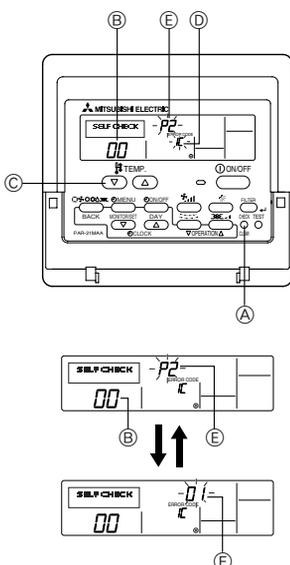

Fig. 7-3
7.3.1. Til ledningsbetjent fjernbetjening (Fig. 7-3)
- ① Tænd for strømmen.
- ② Tryk to gange på knappen [CHECK].
- ③ Indstil kølemiddelsystemets adresse med knappen [TEMP], hvis der anvendes systemstyring.
- ④ Tryk på knappen [ON/OFF] for at stoppe selvaufprøvningen.